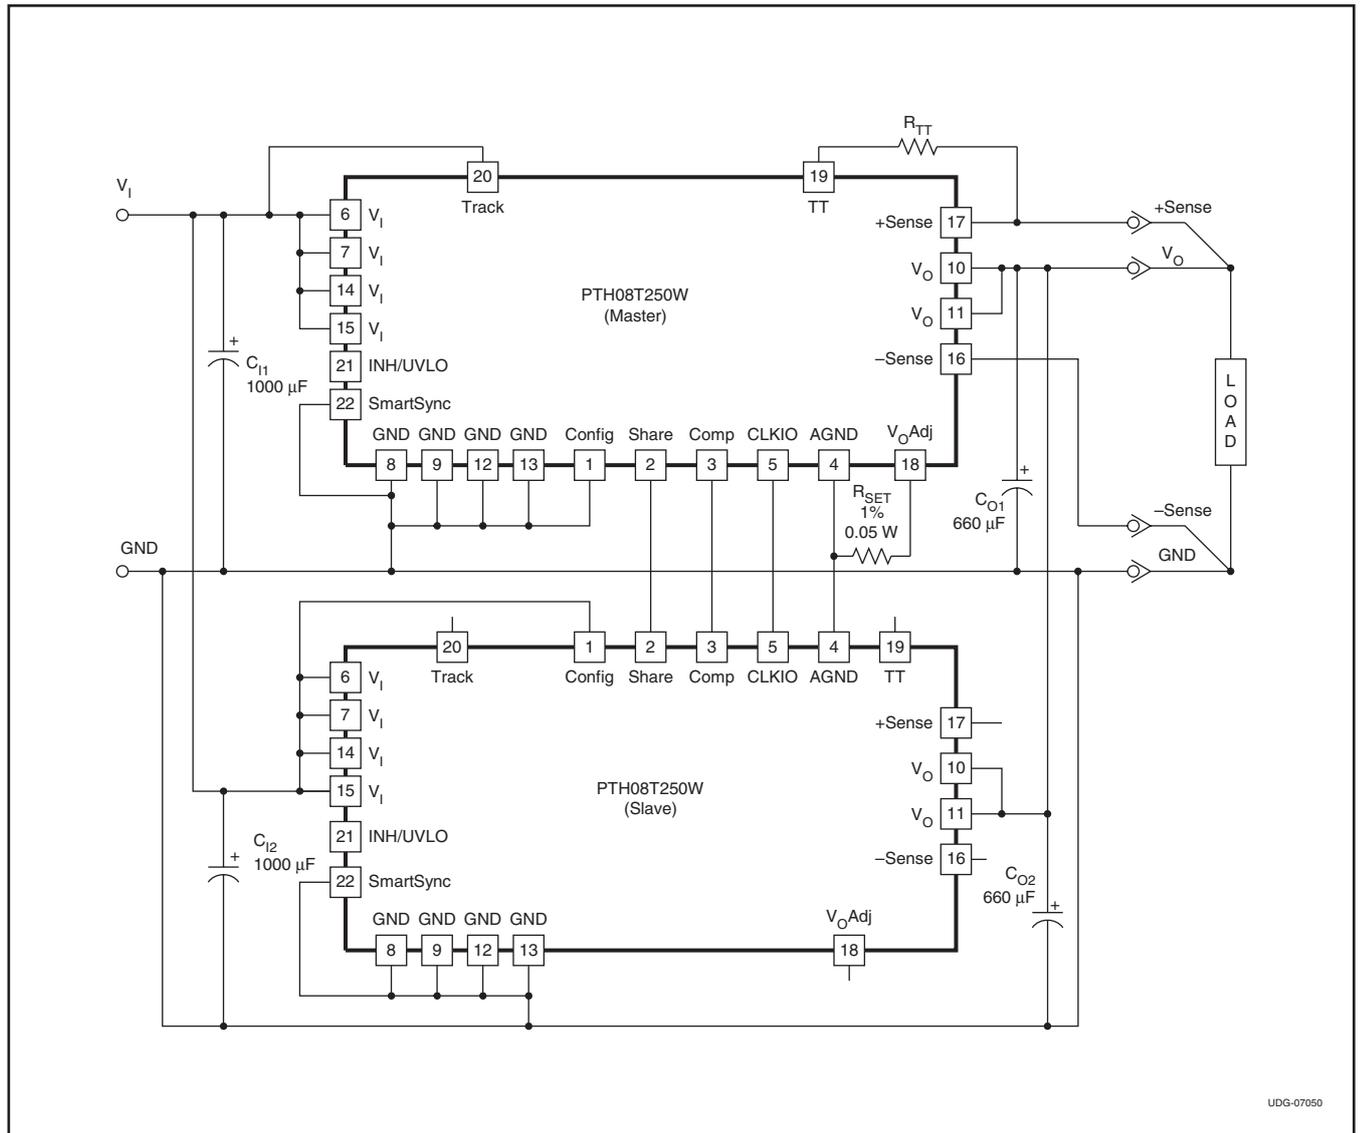
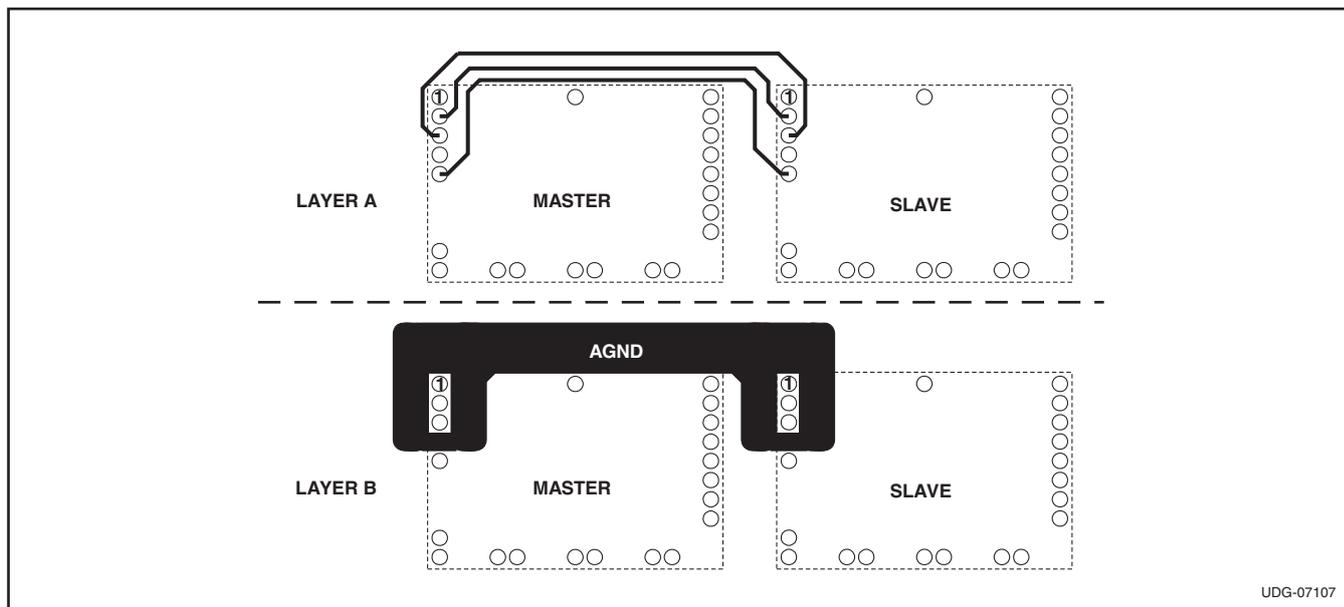

図 28. 標準的な電流共有の図
図 29. 電流を共有する2つのモジュール間でピンを相互接続するときの推奨レイアウト
あります。図29で、2ピン～5ピンの推奨レイアウトを参照してください。マスターとして設定したモジュールを使用して、Inhibit ON/OFF制御、AutoTrackシーケンス機能、TurboTrans、SmartSync、+/-リモート・センス、出力電圧調整など、2つのモジュールの全機能を制御します。接続については、図28の電流共有の図を参照してください。マスターとスレーブは、同じ入力電圧源から電源を供給する必要があります。
2つのPTH08T250Wモジュールをマスター/スレーブ構成で使用する場合の、各ピンの図と接続の説明については、図28および表8を参照してください。
(1) ピンの詳細な説明については、表1「端子機能」を参照してください。
(2) 推奨レイアウトについては、図29のLayerAを参照してください。
(3) 推奨レイアウトについては、図29のLayerBを参照してください。
電流共有アプリケーションでは、両方のモジュールのV_Iピンを同じ入力バスに接続する必要があります。2つのモジュールのV_Oピンを相互に接続して、負荷に電力を供給します。2つのモジュールのGNDピンは、GNDプレーンを経由して接続します。さらに、4つの相互接続ピンをモジュール間で接続します。図29に、電流を共有するように設定された2つのモジュールの相互接続ピンのレイアウトを示します。Share(2ピン)の接続が、Comp(3ピン)の接続とCLKIO(5ピン)の接続の間で配線されていることに注意してください。AGND(4ピン)は、2、3、5ピンの接続と並行して、隣接する層の太いトレースで接続します。AGNDはGNDプレーンに接続しないでください。